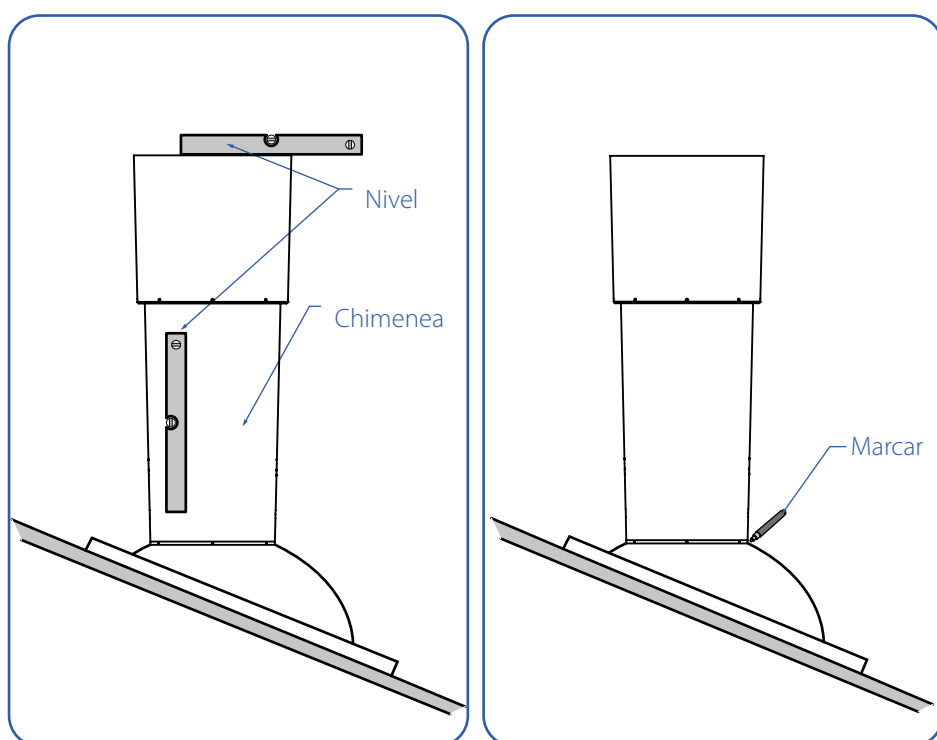

Fig. 18. Nivelar la chimenea y marcar el diámetro
- Apoyaremos la chimenea sobre la cúpula esférica del tejadillo, de manera que quede lo mas vertical posible (emplear para esta operación un nivel). (Fig. 18)
- Una vez tengamos la chimenea en posición vertical se marca el diámetro exterior de la chimenea con un rotulador de color blanco. (Fig. 18)